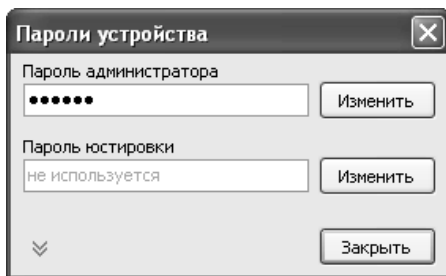

Рисунок 2
6.3 При первой попытке изменения настроек программа предложит ввести пароль администратора, нажать "Да". В появившемся окне ввести пароль (заводское значение – "123456") и нажать кнопку "Закрыть" (рисунок 2).